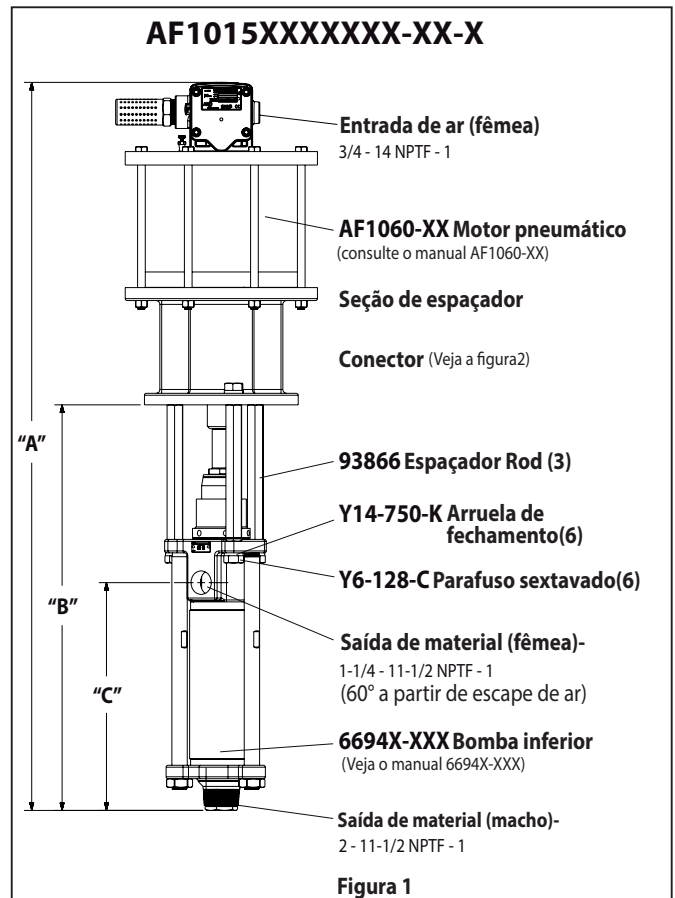

Figura 1
2. Remova os três parafusos da tampa (Y6-128-C) e bloqueio (Y14-750-K) arruelas das três hastes do espaçador (Ver Figura 1).